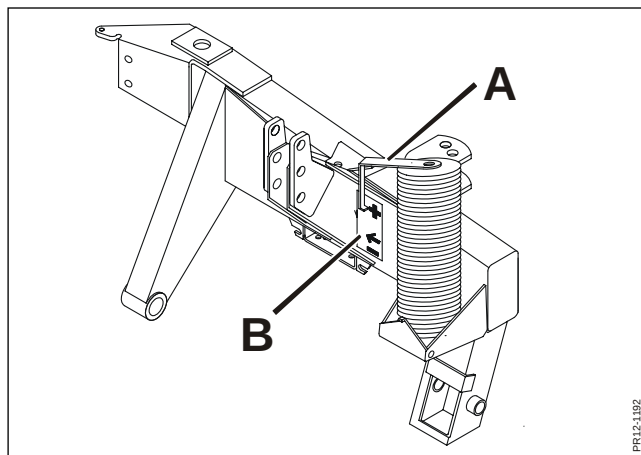

Fig. 3-8
- Fig. 3-8** Det dubbelverkande hydrauluttaget ställs i flytläge. Trepunktslyften lyfts upp/sänks ner tills maskinen har korrekt höjd för att kunna arbeta. Detta innebär att indikatorn **A** står mitt för pilen på dekalen **B**, så som beskrivits i kapitel 2.